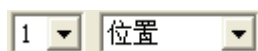

图 13-4 设定通道与内容
- ❶ 可由下拉选单分别选择 X/Y/Z 坐标轴所对应的通道或站号；再选择显示位置或速度，如图 13-4。